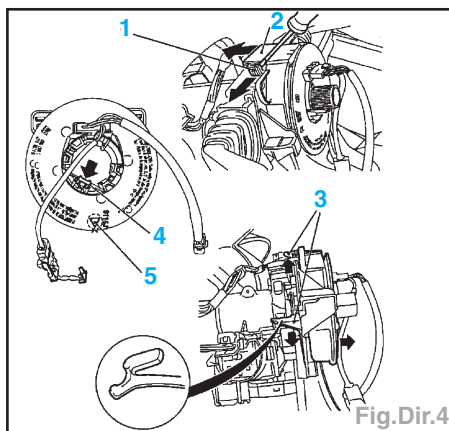

Fig.Dir.4
- Déverrouiller le verrouillage (1) et l'extraire, enlever la fiche, dévisser les 4 clips (3) avec précaution et enlever l'unité de contact (Fig.Dir.4).
**Nota :** Ne pas dévisser l'arrêtoir (4) et l'antivol jusqu'au remontage.
**Sur unité de contact déposée** (Fig.Dir.4) :